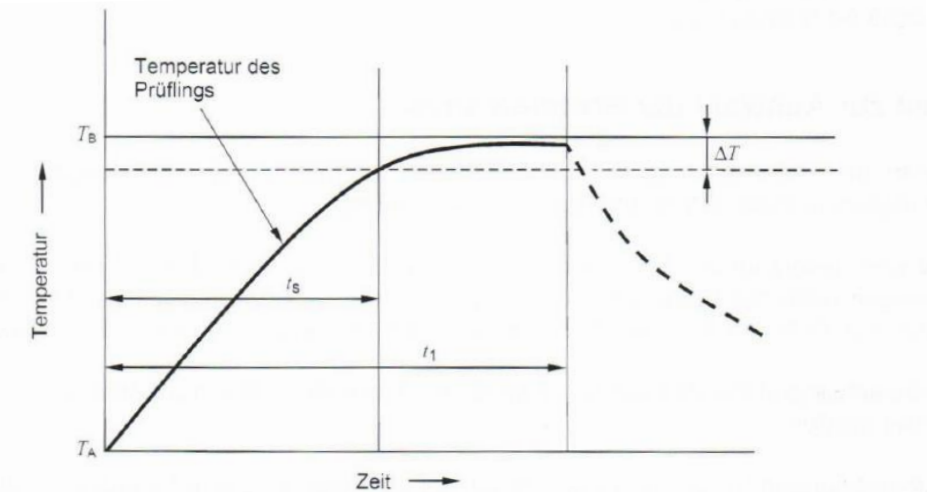

Bild 1 – Bestimmung der Verweildauer  $t_1$
- c) Die Verweildauer  $t_1$  muss größer als die Dauer des Angleichs  $t_s$  sein. Bild 1 enthält eine graphische Darstellung dieses Prozesses. Dies kann für wärmeerzeugende Prüflinge unzweckmäßig sein.